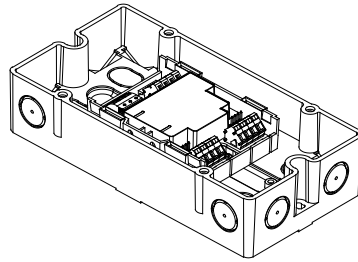

Рис.10
- вне шкафа или контрольной панели: с использованием защитного корпуса FDCH221 (Рис.10).
3. Закрепите защитную коробку на ровной поверхности двумя винтами (M4). (Рис.10) Расстояние между отверстиями:  $182.0 \pm 1.0$  мм.
2. Закрепите модуль в нижнюю часть защитного корпуса двумя винтами (Рис.10).